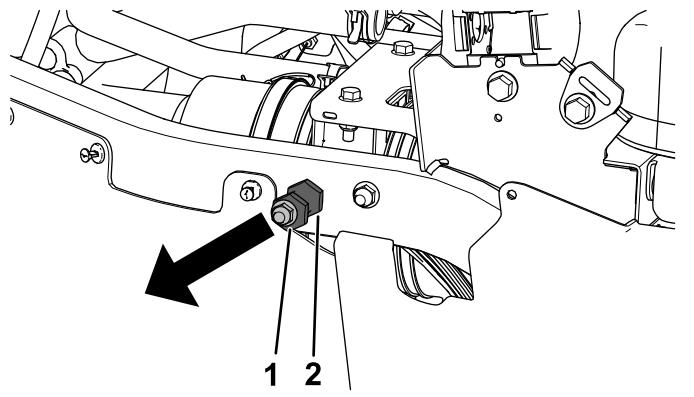

Figure 11
4. Retirez le contre-écrou ( $\frac{3}{8}$ ") et la goupille de verrouillage des tubes arrière droit et gauche du cadre (Figure 11).